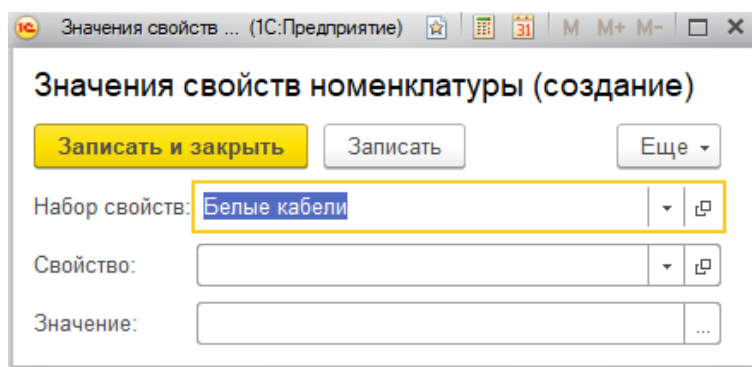

Рис. 9.7 Форма записи регистра «Значения свойств номенклатуры»
3. Теперь, если нажать кнопку Создать, чтобы ввести новую запись в состав варианта номенклатуры, откроется форма записи регистра ЗначенияСвойствНоменклатуры (рис. 9.7).